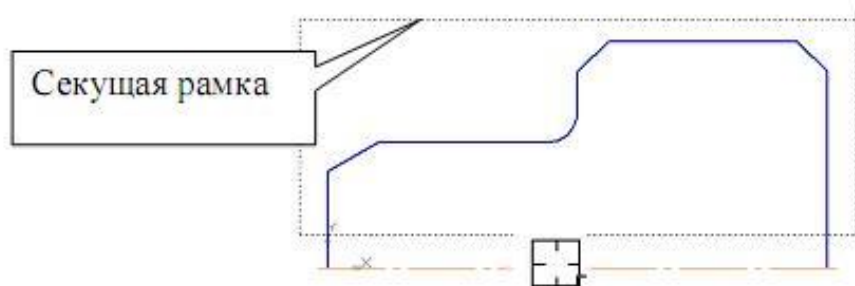
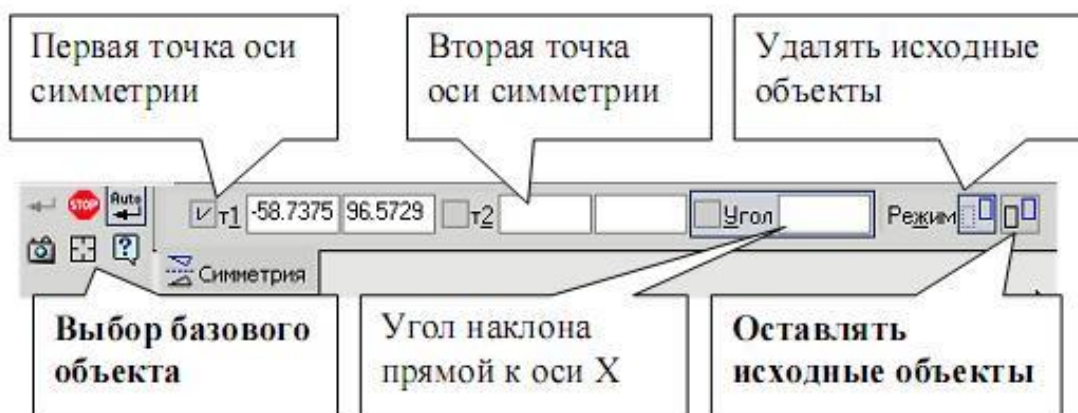
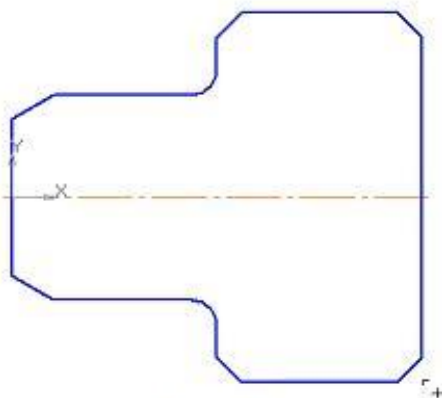

Рис. 69
Рис. 70
Рис. 71
- очерк нижней части детали, используя команду *Симметрия*, рис. 71;
- Команда **Симметрия** становится активной после выделения необходимых объектов, поэтому нажмите **Выделить – Секущей рамкой** , рис. 12. Расположите рамку выше осевой линии, рис. 69. В этом случае не произойдет выделение осевой линии.
Нажмите кнопку **Симметрия**  на панели **Редактирование** . Строка параметров (вместе с панелью специального управления) примет вид, показанный на рис. 70.
Кнопка **Оставлять исходные объекты** активна. На панели специального управления нажмите кнопку **Выбор базового объекта**, рис. 70, курсором укажите осевую линию, рис. 69, и получите изображение, показанное на рис. 71.
В строке параметров включите режим **Удалить исходные объекты** , рис. 70, на панели специального управления нажмите **Выбор базового объекта** и укажите курсором построенную вспомогательную прямую.